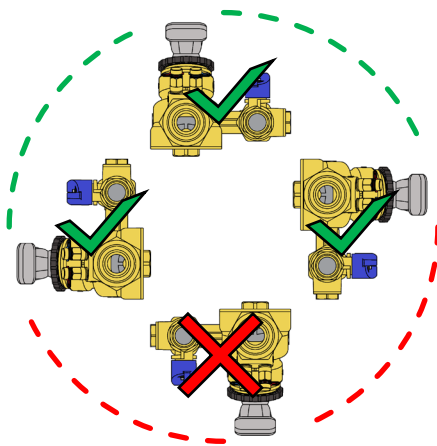

Fig.1
- ⚠ Vanne EvoPICV 93 PICV: pour des raisons de sécurité électrique, si la vanne est équipée d'un actionneur, elle ne peut être installée que dans une position entre verticale et horizontale. L'installation dans une position à l'envers doit être évitée (**Fig.1**);